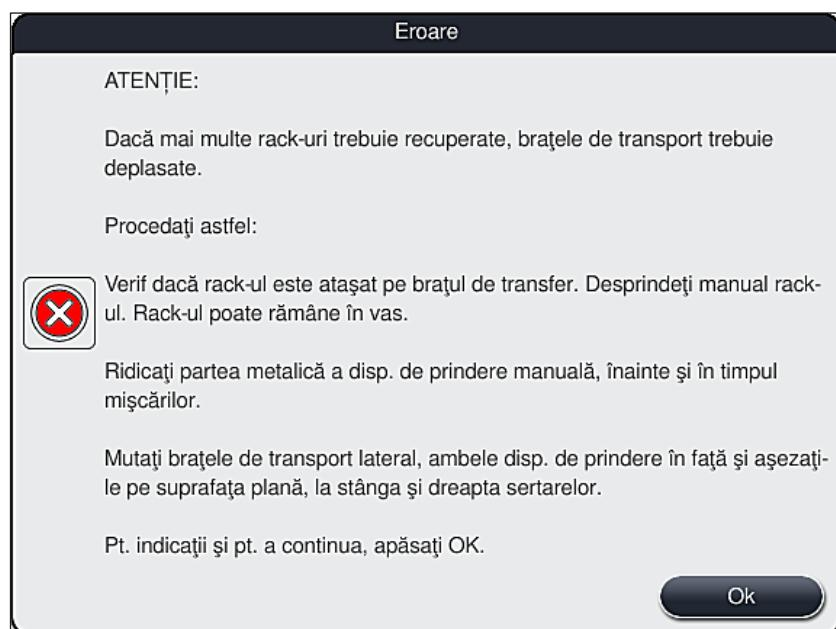

Fig. 111
3. După apăsarea butonului **OK** (→ "Fig. 110") se afișează un alt mesaj (→ "Fig. 111") care îi oferă utilizatorului instrucțiuni cu privire la procedura corectă de înălțatire a stativelor respective.